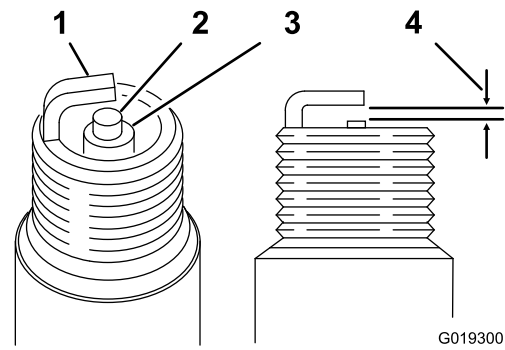

Figura 21
5. Ajuste la distancia entre los electrodos a 0.76 mm (0.030 pulgada); consulte (Figura 21).